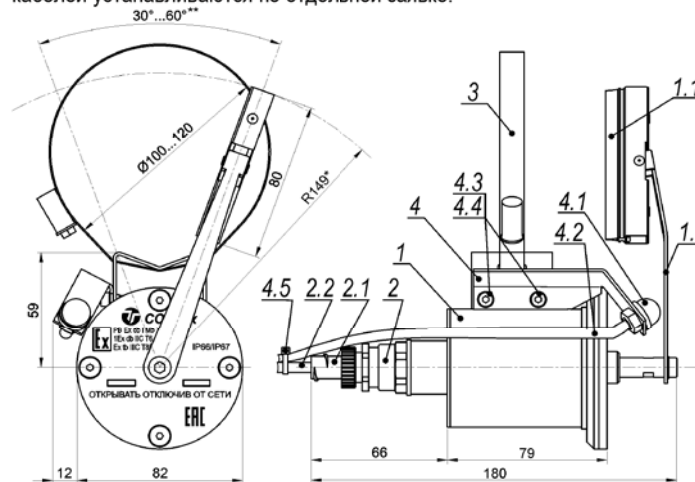

Рис.1 Состав и габаритные размеры CO-1 Ex и омывателя
- Габаритные размеры ..... см. рис.1 и 2
- Стеклоочиститель CO-1 Ex (см. рис.1)